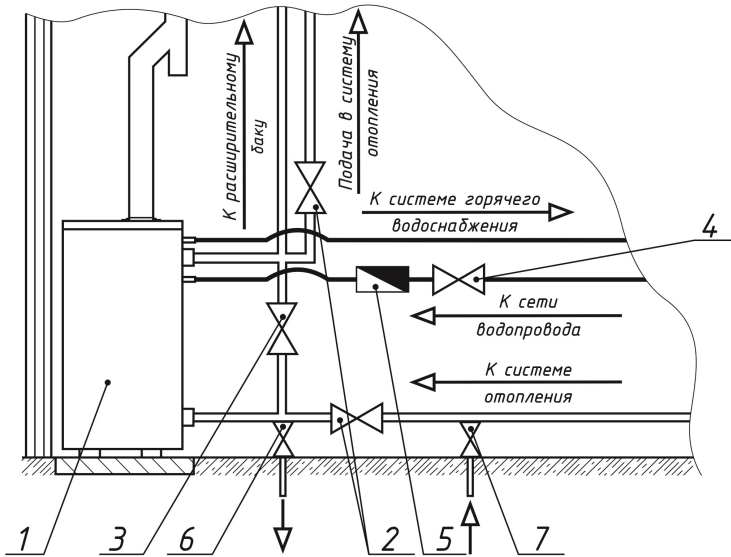

Рисунок 5.1. Схема подключения котла к системе отопления с естественной циркуляцией и к системе водоснабжения
5.3. Для использования водоотбора в летнее время рекомендуется сделать малый контур отопления, закрыть краны 2 и открыть кран 3. В отопительный период краны 2 должны быть открыты, кран 3 закрыт (рисунок 5.1.).
5.7. Для дальнейшего технического обслуживания рекомендуется установить запорные краны на трубы системы отопления перед котлом, а для котлов с водоотбором и на трубу подачи холодной воды перед котлом (рисунок 5.1.).
5.12. Для исключения засорения котла и системы отопления, а также в целях увеличения их срока службы, рекомендуется установить грязевой фильтр 5 (рисунок 5.1.) на трубе обратной подачи и своевременно его очищать.
- на время использования котла для нагрева воды рекомендуется закрывать большой контур отопления и использовать малый контур отопления (рис.5.1.);